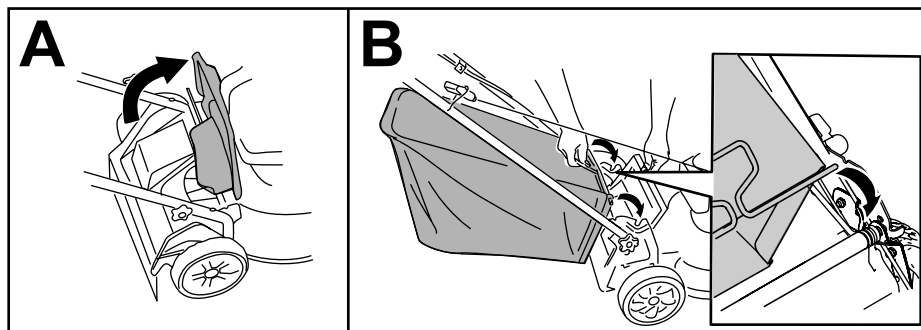

Figura 14
1. Tirate verso l'alto il deflettore posteriore (A di Figura 14).
2. Inserite le estremità dell'asta del cesto di raccolta nelle tacche nelle staffe della stegola (B di Figura 14).